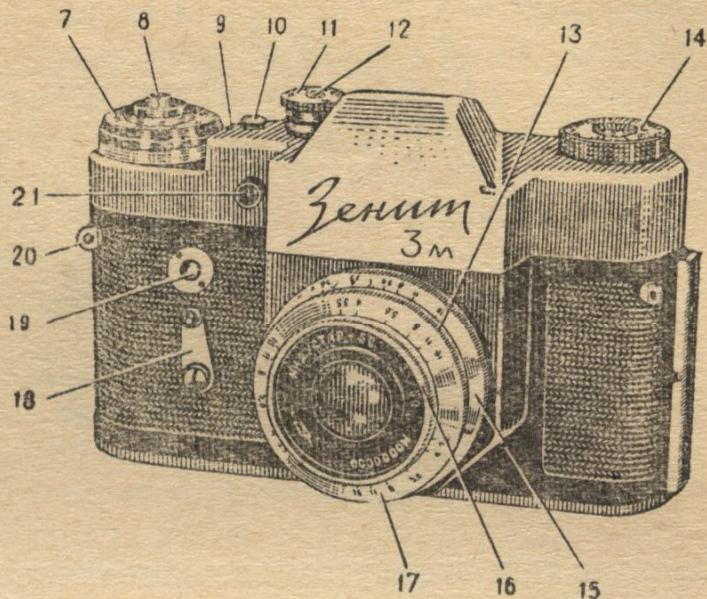

Рис. 2.
Для подачи к кадровому окну незасвеченной части фотопленки взведите три раза затвор, нажимая каждый раз после взвода на спусковую кнопку 8 (рис. 2). При взводе затвора наблюдайте, вращается ли головка обратной перемотки 22.
2. Установите величину выдержки на диске 11 (рис. 2).
3. Наведите на резкость, наблюдая в окуляр 5 (рис. 1) и одновременно вращая оправу объектива 13 (рис. 2) до получения на матовой плоскости линзы 3 (рис. 1) наиболее четкого (резкого) изображения объекта съемки.